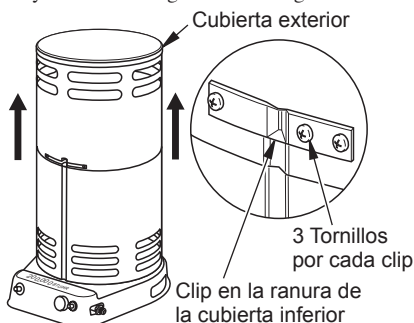

Figura 2 - Levantamiento de la cubierta exterior (el modelo mostrado es de 200,000 Btu)
1. Debe proteger sus manos mientras realiza este paso. Levante la cubierta exterior hacia arriba, como se muestra en la Figura 2, hasta que los tres clips enganchen en las ranuras en la cubierta inferior. Los orificios para tornillos se alinearán en este momento.
2. Asegure los clips en su lugar con 3 tornillos como se muestra en la Figura 2. El calentador no se deberá hacer funcionar salvo que la cubierta exterior esté adecuadamente extendida y totalmente asegurada en su lugar.